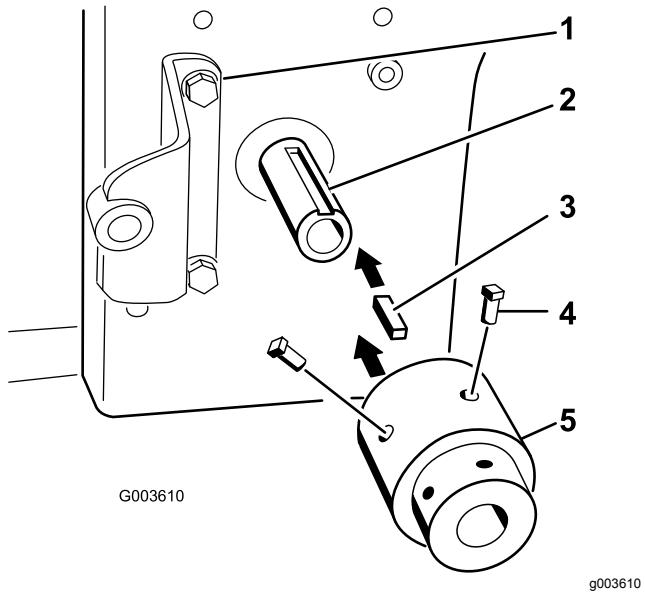

Figure 20
- Placez la clavette carrée ($\frac{1}{4}$ " x 1") dans la fente de l'arbre de PDF du moteur (Figure 20).
- Alignez le moyeu sur la clavette carrée et posez-le sur l'arbre de PDF (prise de force) du moteur (Figure 20).
- Appliquez du frein-filet sur les 2 vis de maintien ($5/16$ x $\frac{3}{4}$ ") et placez-les dans le moyeu pour le fixer à l'arbre de PDF (Figure 20).